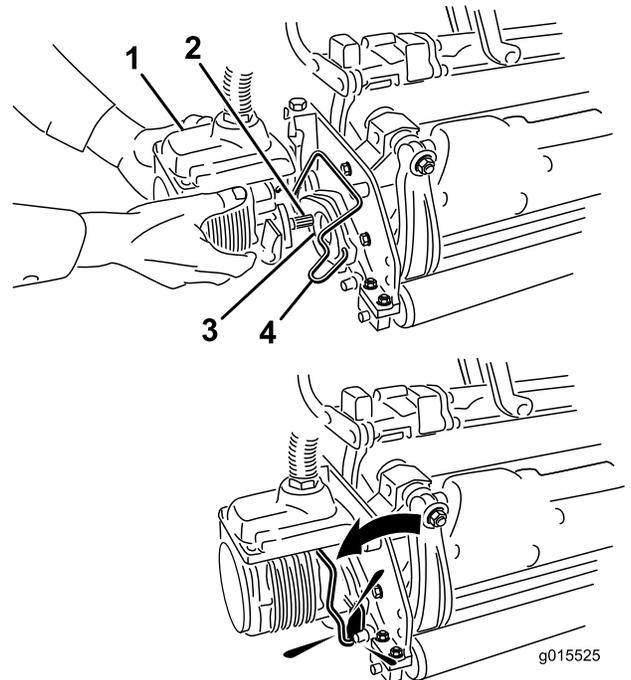

图37
6. 在滚刀组马达的花键轴上涂抹干净的润滑脂（图37）。
7. 将马达插入滚刀组左侧（从操作员的位置看），并将滚刀组上的马达保持架拉向马达，直到听见马达两侧发出“咔哒”的声音（图37）。